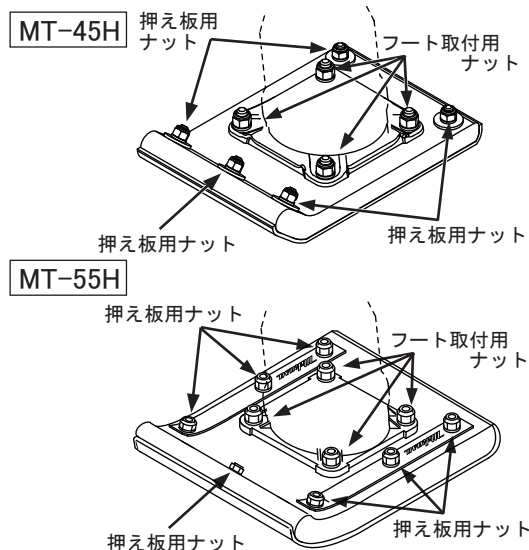

図 3
- フート取付用ナットと押え板用ナットの増し締めを行ってください。長期間使用しているとフートが摩耗して隙間が発生し、ボルトが損傷する恐れがあります。必ず、御使用前に増し締めを行ってください。(図3)